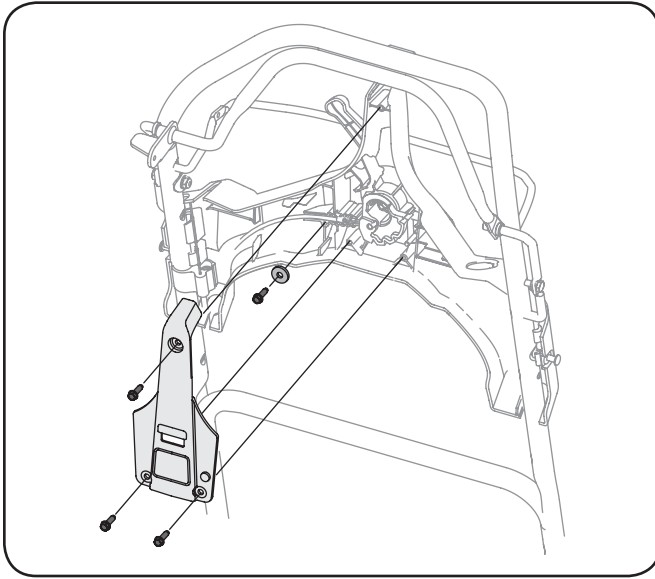

Figure 6-4
5. Quite atrás la tapa del alojamiento de control de velocidad quitando los tres tornillos que lo aseguran al alojamiento. Vea la Fig. 6-4.
6. Quite el tornillo y la arandela llana que asegura el cable. Vea la Fig. 6-4.